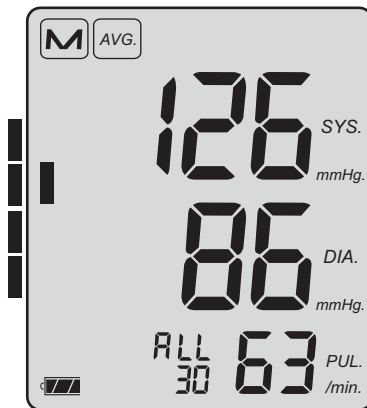

Figure 8
- ➡ **L'appareil étant éteint**, rappeler la valeur moyenne après 30 mesures enregistrées en appuyant brièvement sur la touche M. La valeur moyenne de toutes les mesures enregistrées (ALL) est affichée. Si vous appuyez de nouveau sur la touche M, la valeur moyenne de toutes les mesures effectuées entre 0h00 et 11h59 (AM) puis la valeur moyenne de toutes les mesures effectuées entre 12h00 et 23h59 (PM) sont affichées. Le nombre de mesures ayant servi à calculer la valeur moyenne apparaît à côté de ALL/AM/PM (voir fig. 8).
Lorsque les valeurs moyennes sont affichées, un rectangle de couleur foncée apparaît sur la gauche sur l'afficheur (voir fig. 8). Ce carré indique la valeur moyenne de la tension artérielle. À l'aide de l'échelle d'évaluation jointe (voir figure 9), recherchez dans quelle zone se situe votre tension artérielle selon l'OMS (voir page 95).